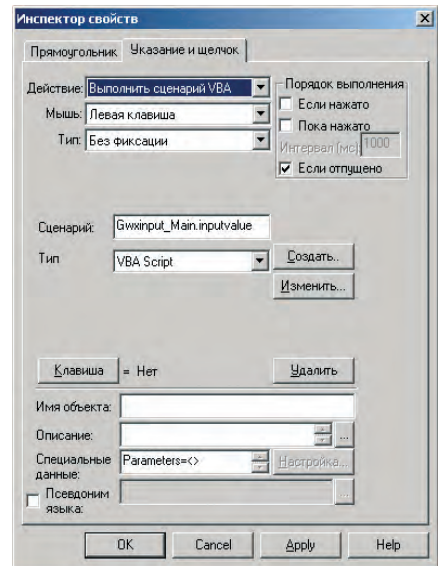

Рис. 14. Инспектор свойств кнопки ввода значения
2. Создать в экранной форме кнопку для ввода значения, запускающую сценарий VBA, со свойствами, показанными на рис. 14.